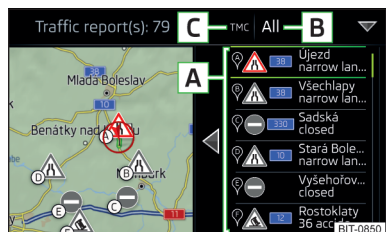

Abb. 237
In der Liste der Verkehrsmeldungen sowie in der Karte erfolgt die Anzeige von maximal 6 Meldungen, die mit einem Buchstaben und dem Symbol einer Verkehrsbehinderung versehen sind (bspw. , ,) » Abb. 237.
Auf der Position » Abb. 237 können die folgenden Symbole eingeblendet werden.
► **Es erfolgt eine Zielführung** - nach Antippen der Funktionsfläche » Abb. 237 sind im angezeigten Menü durch Antippen der Funktionsfläche **Alle** alle Verkehrsmeldungen, **oder** durch Antippen der Funktionsfläche **Route**, nur die auf der Route vorhandenen Verkehrsmeldungen auswählbar. ►